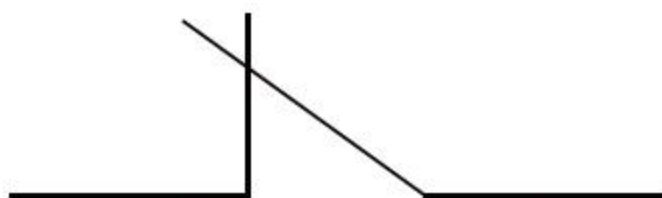

图9-65 修剪图形
- 04 选择菜单【修改】|【修剪】命令，修剪多余的线段，如图9-65所示。